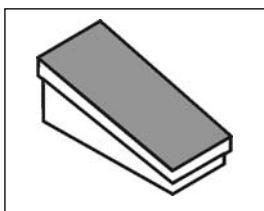

Fig. 7
2.2.3 Fjernbetjening med pedal RC12 til MMA- og TIG-svejsning (Fig. 7)